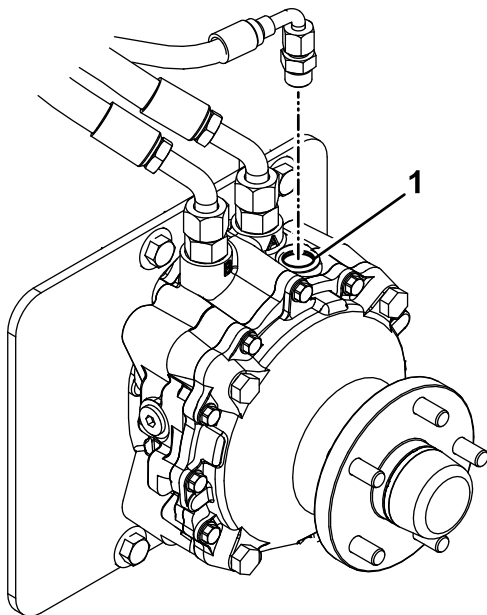

Figura 72
9. Retire el tapón del orificio de llenado situado en la parte superior de cada motor de rueda (Figura 72).